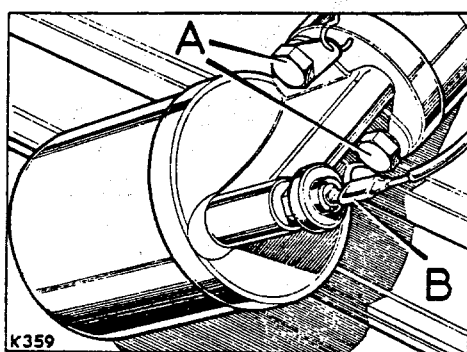

Abb. A1-51. Befestigung des Hauptstromölfilters
3. Den zusammengebauten Filter am Motor festschrauben. Siehe Abb. A1-51.